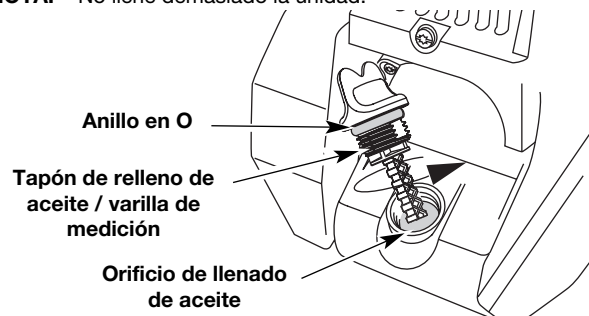

Fig. 20
- Si el nivel está bajo, agregue una pequeña cantidad de aceite en el orificio de llenado de aceite y vuelva a medir (Fig. 20). Repita hasta que el nivel de aceite llegue hasta la parte superior de la varilla de medición.
NOTA: Verifique que el anillo en O esté en su lugar en el tapón de relleno de aceite / varilla de medición cuando mida y cambie el aceite (Fig. 20).